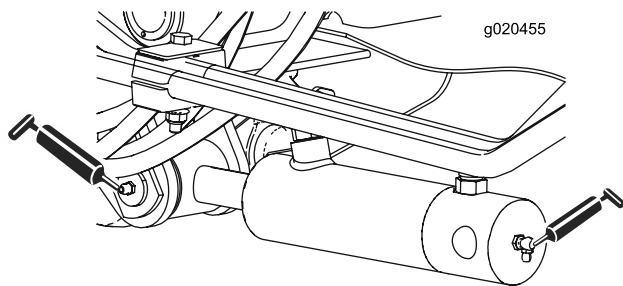

Figura 81
- Dois (cada lado) casquilhos do cilindro do braço de elevação (Figura 81)